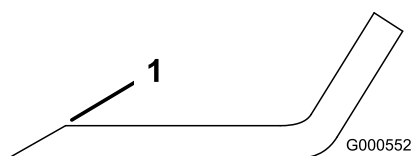

Figure 62
1. Au moyen d'une lime, aiguissez les tranchants à chaque bout de la lame (Figure 62).
Remarque: Si la lame est déséquilibrée, limez un peu l'extrémité de l'ailette seulement (Figure 62).